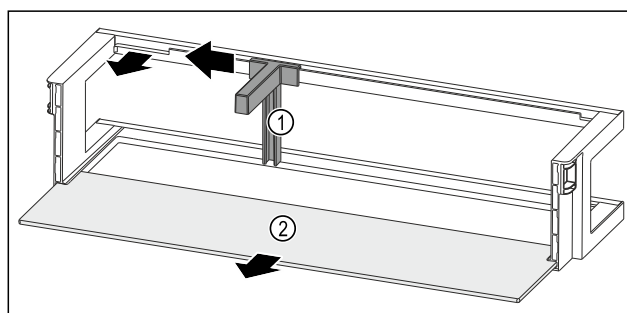

Fig. 57 Дверная полка с держателем для бутылок и съемной полкой
- Сместите держатель для бутылок Fig. 57 (1) до выемки в сторону.
- Извлеките держатель для бутылок Fig. 57 (1).
- Извлеките съемную полку Fig. 57 (2).